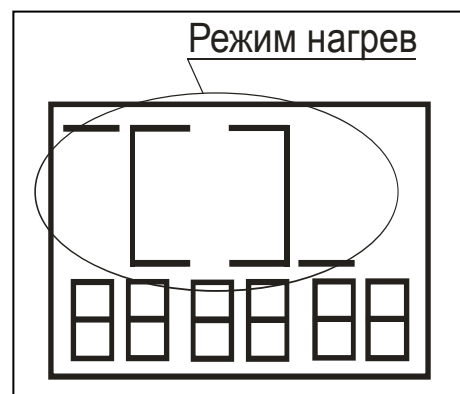

Рис.5
1. нагрев (рис.5) - контакты реле прибора (1,2 или 11,12) замыкаются при понижении измеряемой температуры до температуры включения ($t_{\text{вкл}} = t_{\text{уст}} - t_{\text{гист}}$), а размыкаются при повышении текущей температуры до установленной.